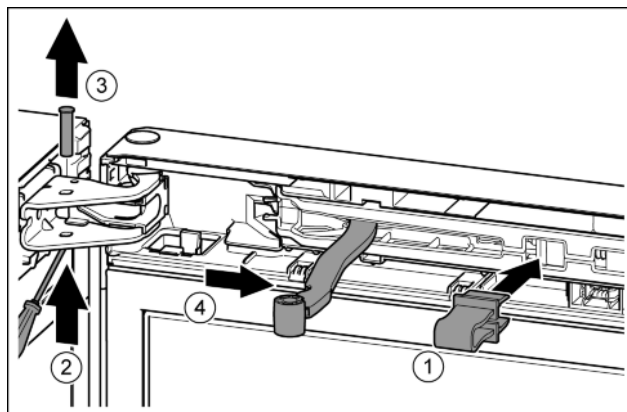

Fig. 13
- Fixați în poziție siguranța în deschizătură. Fig. 13 (1)
- Împingeți afară bolțul cu șurubelnița. Fig. 13 (2)
- Extrageți în sus bolțul. Fig. 13 (3)
- Rotiți articulația în direcția ușii. Fig. 13 (4)